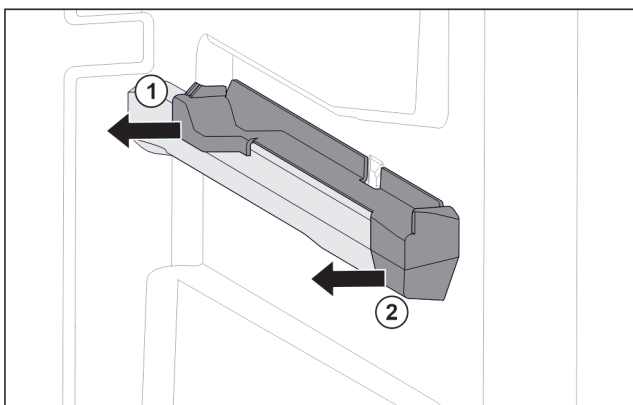

Fig. 92 Nasazovací díl na pravém žebrování na nádoby
- Stáhněte nasazovací díl vzadu na stranu. Fig. 92 (1)
- Stáhněte nasazovací díl vpředu na stranu. Fig. 92 (2)